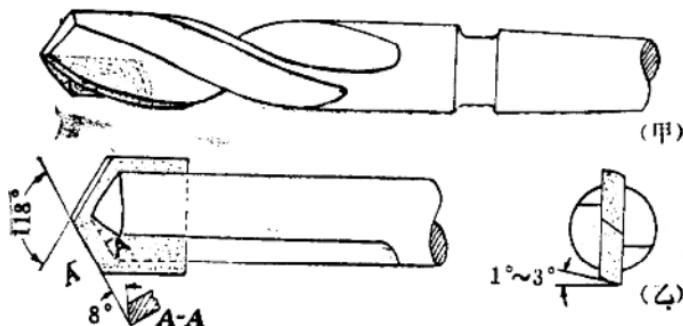

图 7
6. 硬质合金钻头 这类钻头在头部镶有硬质合金刀片，分有直槽和螺旋槽的两种。图 7 中（甲）为硬质合金麻花钻，（乙）为硬质合金直槽钻。硬质合金刀片主要在前端切削刃部分一小段长度内，其后部主要起排屑和导向作用。硬质合金钻